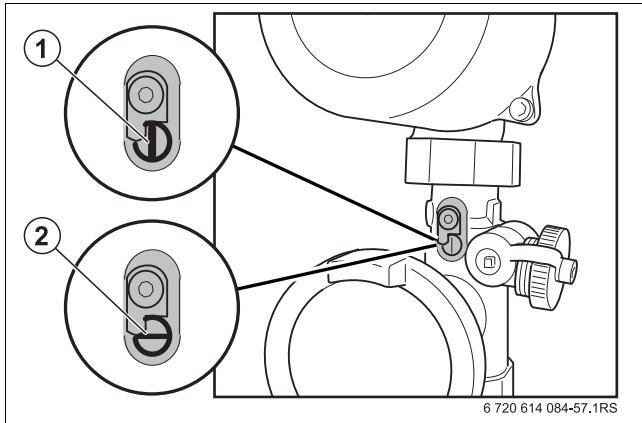

Bild 53 Rückschlagventil
- Rückschlagventil wieder schließen, nachdem die Heizungsanlage komplett entleert ist (→ Bild 53, [2]).